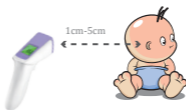

Figura 3: Allineare il termometro dietro le orecchie per effettuare la misurazione
- Se per qualche ragione la misurazione della temperatura dalla fronte dovesse risultare troppo bassa, è possibile effettuare una prova da dietro le orecchie. Vedere la figura 3.